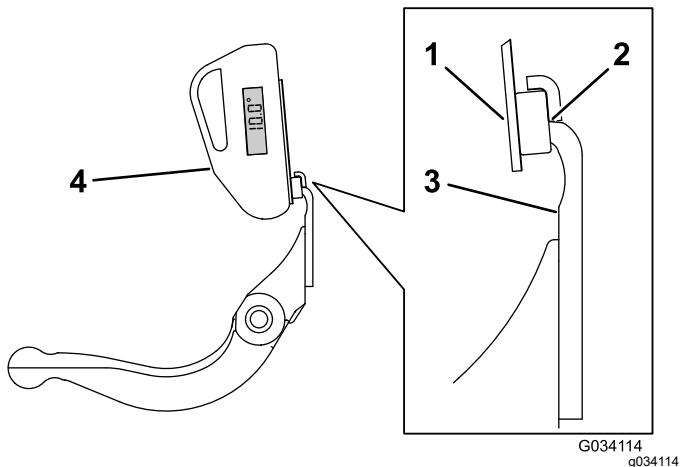

Рисунок 31
3. Установите крепление индикатора угла на кромке неподвижного ножа так, чтобы кромка магнита совпала с кромкой неподвижного ножа (Рисунок 31).
4. Установите индикатор угла на крепление, как показано на Рисунок 31.